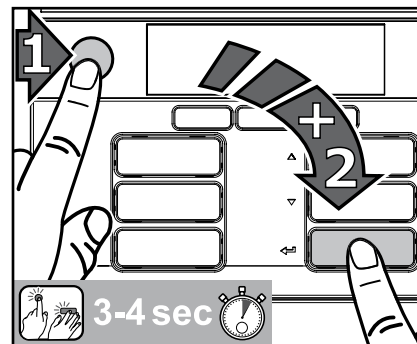

Fig. 24
1. Trykk først STOPP-knappen og så enterknappen og hold begge to trykket i 3-4 sekunder for å komme til rengjøringsmodus (fig. 24).